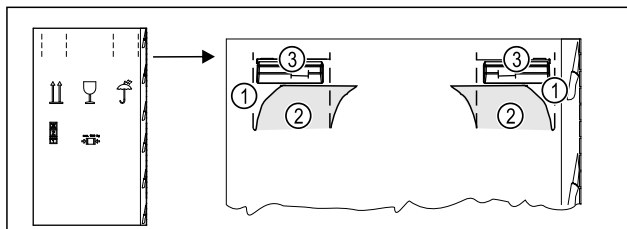

Fig. 3
- ▶ Vtlačte obalový karton nahoře na perforaci Fig. 3 (1).
- ▶ Vytáhněte vtlačené spojky Fig. 3 (2).
- ▶ Pravá a levá rukojeť Fig. 3 (3) je viditelná.
- ▶ Držte spotřebič za rukojeti Fig. 3 (3).